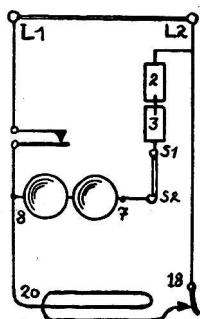

Abb. 40.
**Kontrolle zu 3:** Wir schliessen mit einem Schraubenzieher die Klemmen L1 und L2 kurz, d. h. verbinden sie miteinander. Wir stellen dadurch einen direkten Kurzschluss zum Induktor her (Abb. 40).